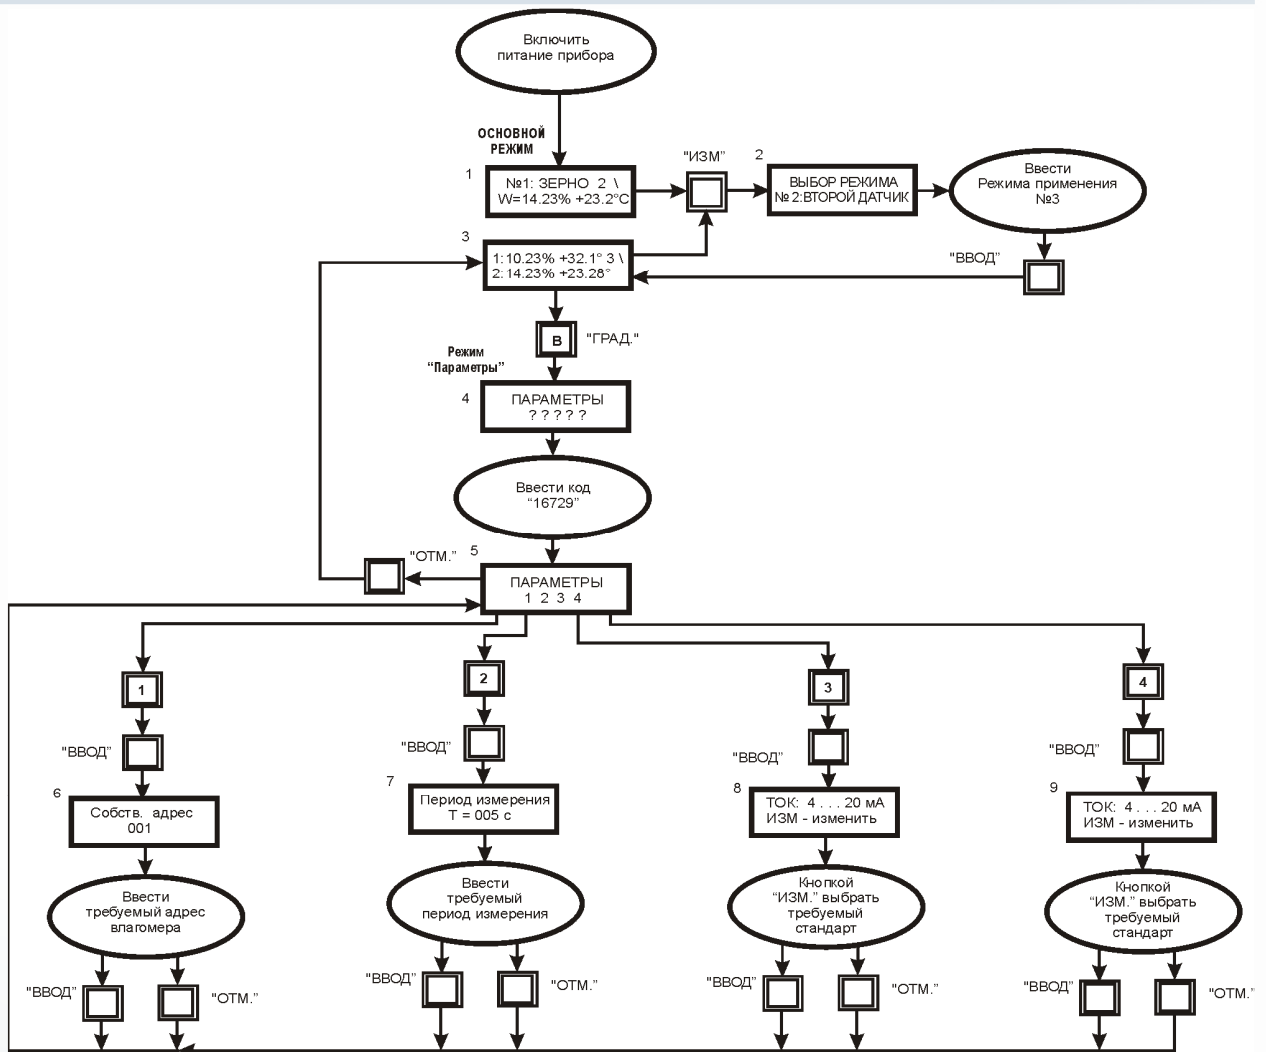

Рис. 6.3. Блок-схема функционирования в режиме 3
6.3. Алгоритм функционирования блока в Режимх Применения №3 и 4 (приведен на рис. 6.3).
6.3.1. Перевод влагомера в Режим Применения №3 производится в соответствии с указаниями, изложенными в п. 6.1.2. Алгоритм функционирования блока приведен на рис. 6.3.
На ЖКИ блока в ОСНОВНОМ РЕЖИМЕ высвечивается Сообщение 3 рис. 6.3:
При нажатии кнопки «ГРАД» высвечивается Сообщение 4 рис. 6.3:
После ввода пароля «16729» раскрывается общее меню режима «Параметры» (Сообщение 5 рис. 6.3), которое состоит из 4-х подрежимов:
Последовательное нажатие кнопок «1» и «ВВОД» переводит блок в подрежим УСТАНОВКА АДРЕСА. На ЖКИ БУК при этом высвечивается Сообщение 6 рис. 6.3:
6.3.7. Последовательное нажатие кнопок «2» и «ВВОД» переводит блок в подрежим УСТАНОВКА ПЕРИОДА ИЗМЕРЕНИЯ. На ЖКИ при этом высвечивается Сообщение 7 рис. 6.3:
Введите с клавиатуры значение периода измерения. Подтвердите введённое значение времени нажатием кнопки «ВВОД», БУК при этом возвратится в общее меню режима «Параметры» (Сообщение 5 рис. 6.3).
Последовательное нажатие кнопок «3» или «4» и «ВВОД» переводит блок в подрежим установки токового стандарта для первого или второго токового выхода соответственно (Сообщение 8 или 9 рис. 6.3):
Этот подрежим применяется, чтобы выбрать один из токовых стандартов: (0-5) мА, (4-20) мА или (0-20) мА для отображения влажности контролируемого материала, находящегося в соответствующем блоке сенсоров. Требуемый стандарт выбирается кнопкой «ИЗМ», значение его высвечивается на ЖКИ БУК. Выбрав требуемый стандарт, нажмите «ВВОД», влагомер перейдет в общее меню режима «Параметры» (Сообщение 5 рис. 6.3).